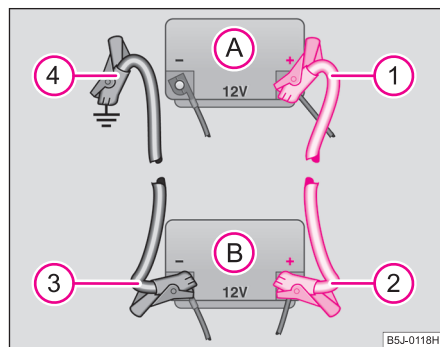

Fig. 162 Executarea pornirii cu ajutorul bateriei altui autovehicul: A - bateria descărcată, B - bateria furnizoare de curent
- Prindeți un capăt la polul plus (1) ⇒ fig. 162 al bateriei descărcate (A).
- Prindeți celălalt capăt la polul plus (2) al bateriei care furnizează curent (B).